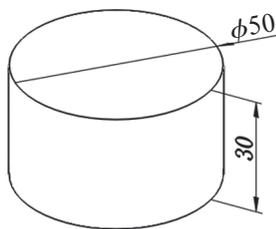

图5-1 显示模型尺寸
(1) 先创建圆柱体 ($\phi 50\text{mm} \times 30\text{mm}$)，然后双击实体，实体上将会显示出所有特征尺寸，如图5-1所示。